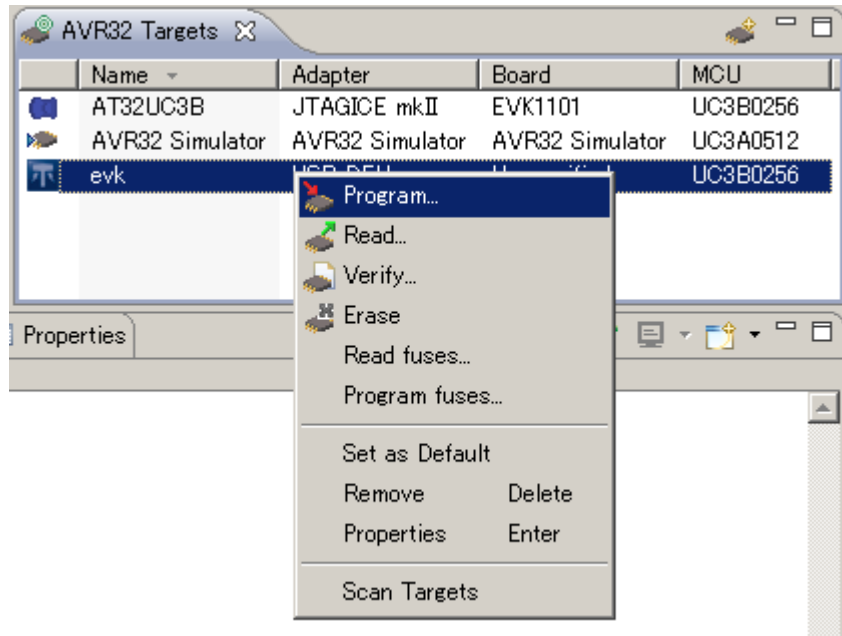

Fig.25 プログラマソフトで右クリックから”Program...”をクリック
- ① ボードの CN6 とパソコンを miniUSB-USB ケーブルでつなぎます。
- ② ボードの電源を入れます。
- ③ ボードの RST1 と HWB1 のボタンを以下の順で押していきます。
④ Fig.25 のように先ほど”AVR32 Targets”で設定したプログラマソフトを右クリックして”Program...”をクリックします。